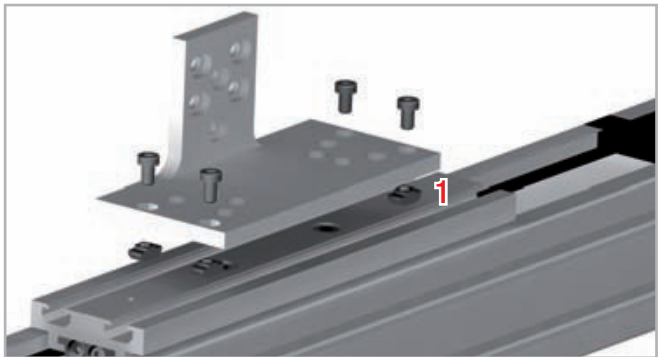

Abb. 103
1. Führen Sie die zu verwendenden Schrauben für die Verbindung mit Einheit 1 in die vorbereiteten Bohrungen ein (s. Abb. 103).